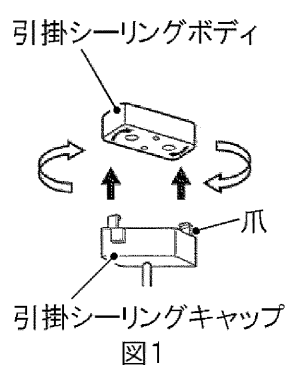

図1
- 1 引掛シーリングキャップの爪を引掛シーリングボディに挿入し、止まるまで右に回す。(図1)